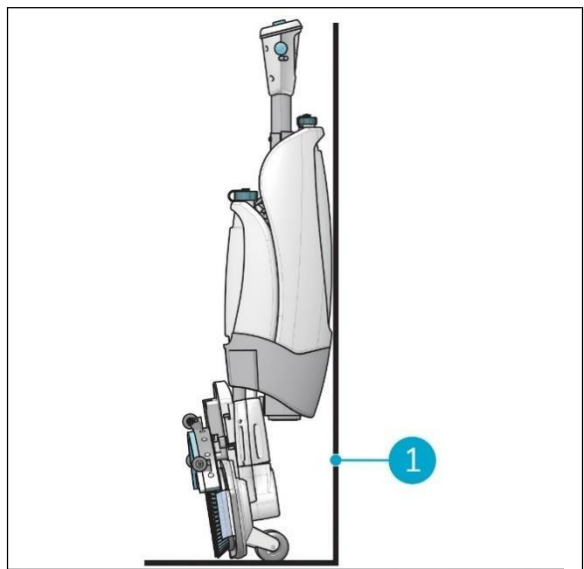

Figura 22
3. Guarde la i-mop XL basic cerca de una pared (Figura 22, Pos. 1) de forma que el mango esté orientado hacia la pared y los cepillos en dirección contraria a la pared.